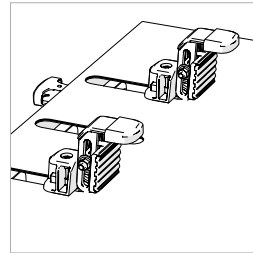

Abb. 17
**Hinweis:** Auf dem beweglichen klemmen sind sekundäre verstellbare klemmen angebracht. (Abb.17).